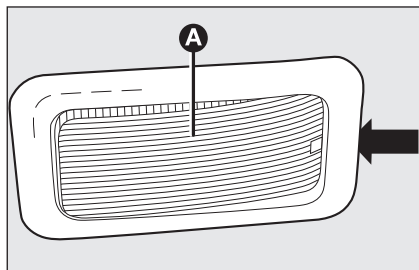

fig. 32
- ☐ mediante il cacciavite in dotazione, estrarre la plafoniera **A**-fig. 32 agendo nel punto indicato dalla freccia;